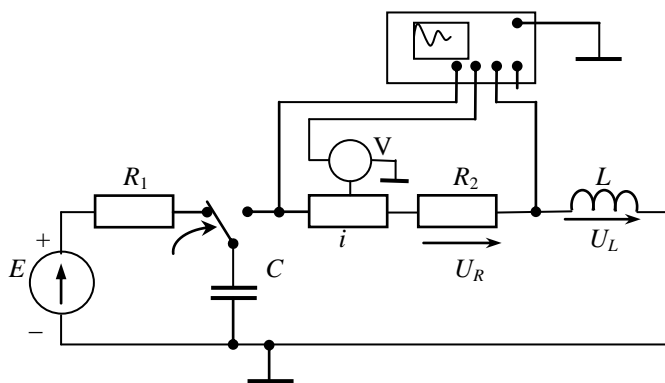

Рис.7. Подключение RL -цепи к конденсатору с напряжением $U_C = E$
Задание 1. Исследовать переходные процессы в электрической цепи (рис.7) при разрядке конденсатора на RL -элементы (варианты заданий приведены в таблице).
3. Исследовать колебательные затухающие переходные процессы при подключении к конденсатору C цепи с RL -элементами, имеющему напряжение $U_C = E$ (см. рис.7):